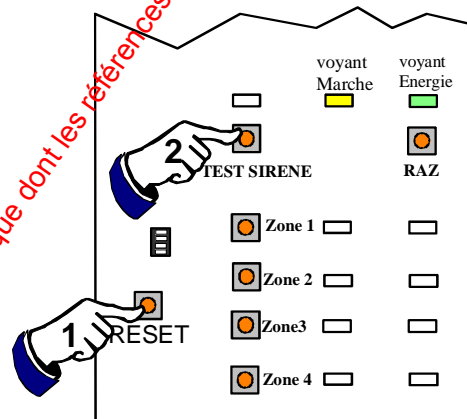

Figure 8 : Accès au mode apprentissage
- Appuyer sur le bouton poussoir RESET, situé sur la carte électronique de la centrale (Fig. 8)
- Appuyer deux secondes sur le bouton TEST situé sur la carte électronique de la centrale (Fig. 8), jusqu'à l'allumage simultané en fixe des deux voyants